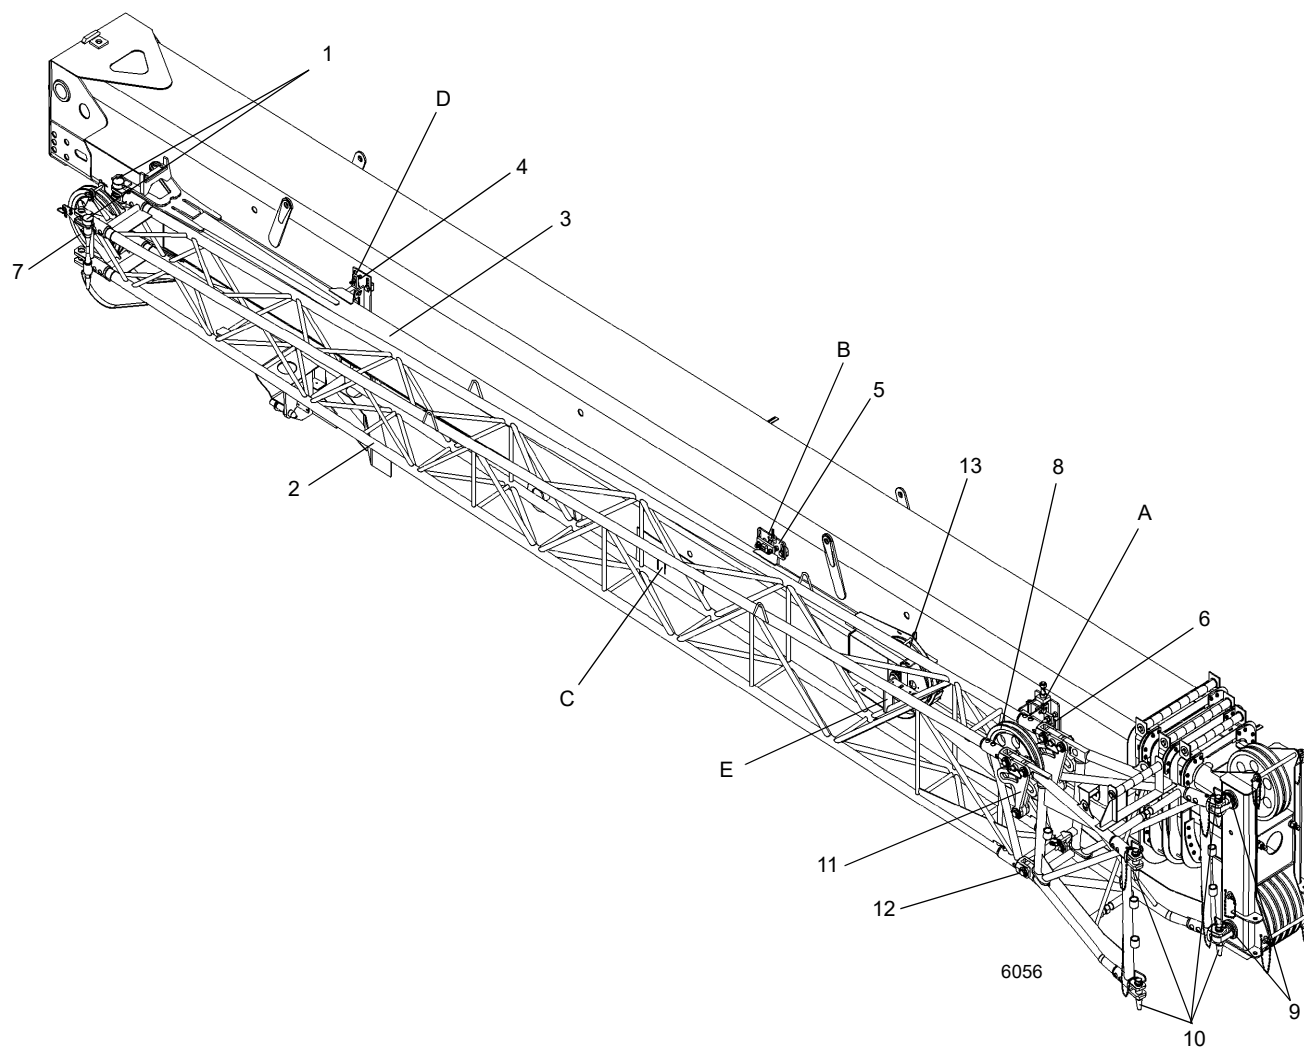

FIGURA 4-10
10. Verifique se o pino que prende a seção volante no suporte de retração traseiro da seção da base da lança (Figura 4-10, detalhe D) está no lugar.
11. Na extremidade da polia da seção volante (Figura 4-10, detalhe E), empurre o gancho da trava acionada por mola para soltar a trava, permitindo que a base se separe da seção volante. Pule para a etapa 14.
12. Remova o pino que prende a seção da extensão volante no suporte de retração traseiro da seção da base da lança (Figura 4-10, detalhe D). Verifique se o gancho da trava da extremidade da polia da seção volante (Figura 4-10, detalhe E) está travado.
13. Remova o pino de engate da trava que prende a base da extensão no suporte de retração dianteiro (Figura 4-10, detalhe A). Armazene o pino de engate da trava no olhal fornecido.